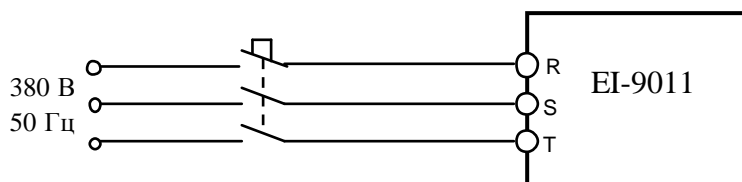

Рис. 4.8. Подключение ПЧ к сети 3ф 380В
4.8.2. Подать напряжение питания 3Ф ~380 В на преобразователь, как показано на рис. 4.8.